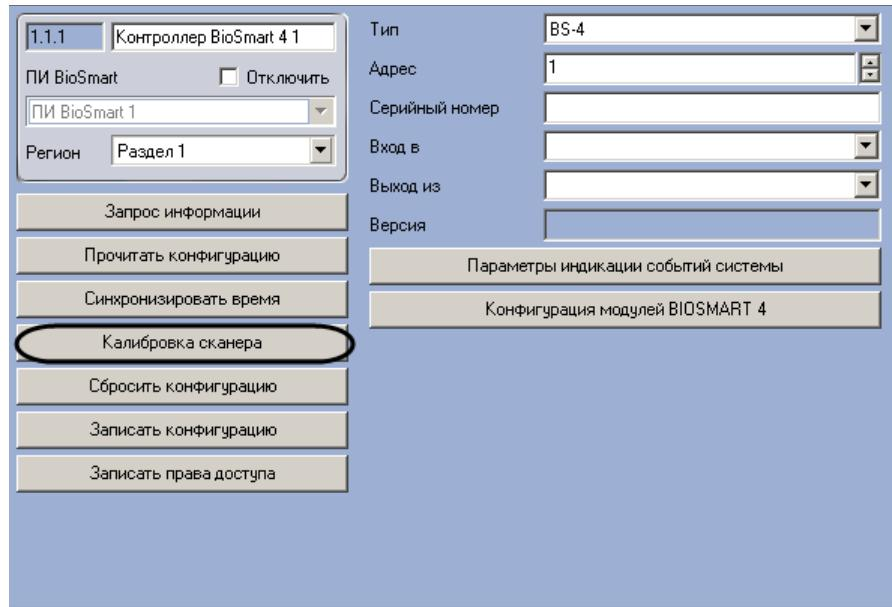

Рис. 3.7—1 Калибровка сканера контроллера
1. Перейти на панель настроек объекта **Контроллер BioSmart** (Рис. 3.7—1).
2. Нажать на кнопку **Калибровка сканера** (см. Рис. 3.7—1).